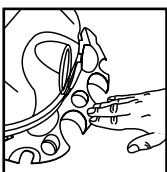

FIGURA 16
20. Presione en el centro del porta-herramientas hasta que la lengüeta quede asegurada en la parte inferior de la tapa. **FIGURA 16.**